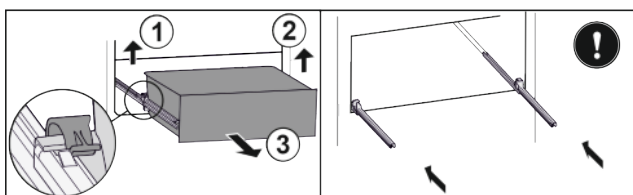

Fig. 26*
- ▶ Rozłączyć szufladę z lewej strony Fig. 26 (1).*
- ▶ Rozłączyć z prawej strony Fig. 26 (2).*
- ▶ Wyjąć do przodu Fig. 26 (3).*